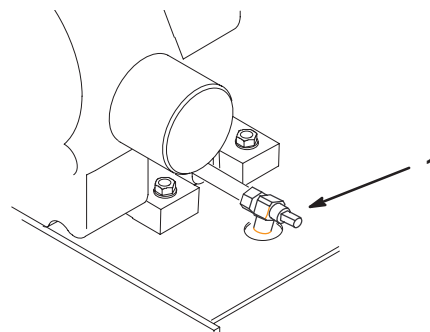

Figure 40
3. Placez un bac de vidange sous l'orifice de vidange. Tournez le robinet de vidange d'huile pour permettre à l'huile de s'écouler (Fig. 40).